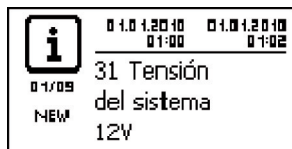
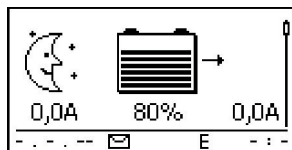

Fig. 11 Mensaje de suceso con la tensión del sistema detectada (ejemplo: 12 V)
Fig. 12 Configuración original de la indicación de estado
2. ➞ Conectar el fusible externo de la batería: introducir fusible en su soporte o conectar el interruptor seccionador de CC. El regulador se pondrá automáticamente en marcha y, al cabo de unos pocos segundos, mostrará la tensión del sistema que ha detectado (= tensión de la batería) en un mensaje de suceso (Fig. 11).
3. ➞ Anotar la tensión de sistema indicada en la Fig. 11.
4. ➞ Pulsar «ESC» para confirmar el mensaje de suceso. Aparece la configuración básica de la indicación de estado (Fig. 12).
6. ➞ Si no parecen Fig. 11 y Fig. 12, comprobar la instalación y solucionar los posibles fallos a través de apartado 15 y siguientes.